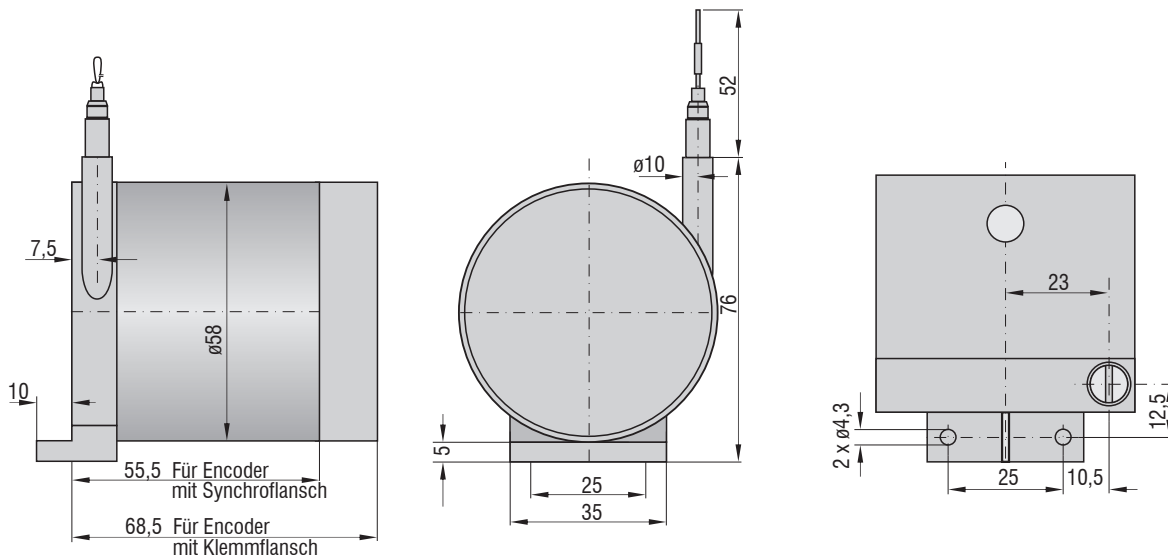

Abb. 4 Maßzeichnung Baureihe WDS-Z60-M, Abmessungen in mm
- Baureihe Z60: Montage durch Bohrungen für 2 Schrauben M4 DIN 931, siehe Abb. 4.